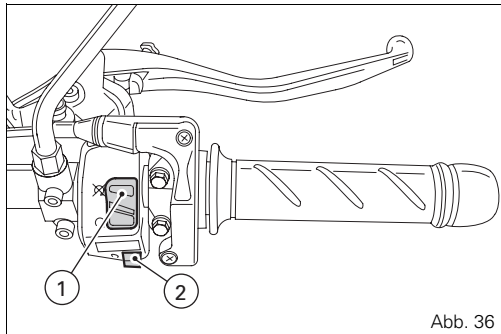

Abb. 36
2) Sicherstellen, dass sich der Stoppschalter (1, Abb. 36) auf **○ (RUN)** befindet, dann den Startknopf (2) drücken. Dieses Modell hat eine Startautomatik. Dank einer Servounterstützung kann der Motor durch einen kurzen Druck auf den Startknopf (2) gestartet werden. Beim Drücken der Taste (2) springt der Motor innerhalb einer von der Motortemperatur abhängigen Maximalzeit automatisch an.